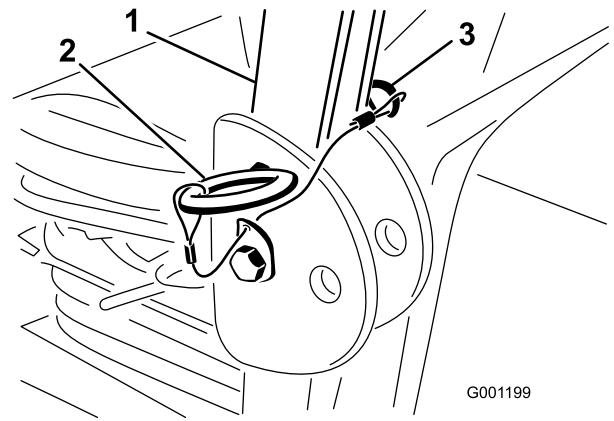

Bild 7
1. Klappen Sie den Überrollbügel hoch und entfernen Sie die Splinte und die zwei Stifte (**Bild 7**).